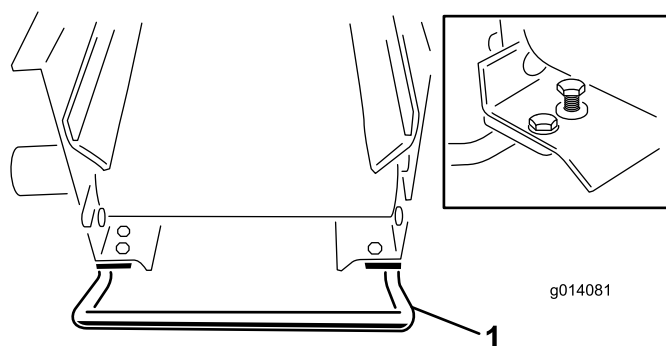

Figura 2
Ligue as pegas à correia transversal, por baixo das calhas laterais, utilizando (4) parafusos de 1/4 x 3/4 pol. e porcas flangeadas (Figura 2).